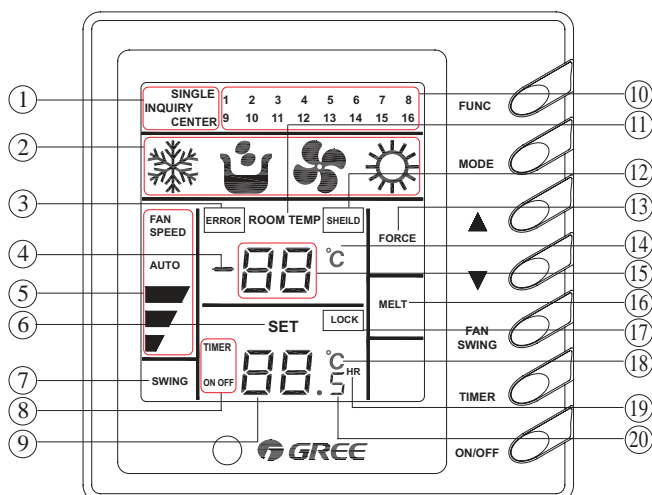

Рис. 3.18
3.4.2 Описание индикации пульта ZJA011 (рис. 3.18, табл. 3.4).